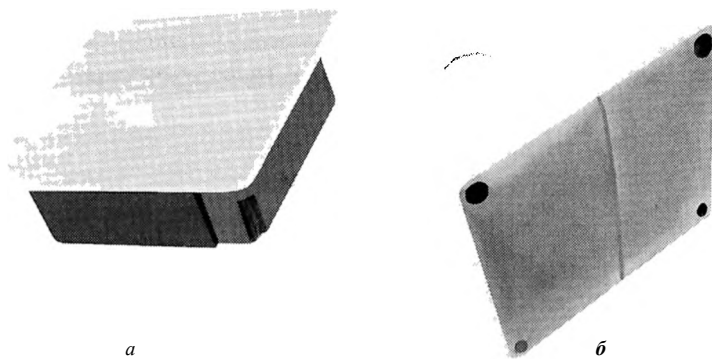

Рис. 2.23. Распределительные коробки:
**Распределительные коробки.** Их еще называют распаечными. Служат для расключения проводов внутри помещений. Что это означает? К примеру, когда основной силовой кабель входит в комнату, от него необходимо запитать несколько электрических точек — розеток. Жилы основного кабеля оголяются, и к нему с помощью скруток или специальных клемм подсоединяются провода, ведущие к точкам. Место, где происходит это разветвление, заключается в коробку, которая крепится на стене или монтируется в нее. Эта коробка и называется распределительной. Изготавливают ее из полипропилена, не распространяющего горение, или из металла. Различают коробки для скрытой и для открытой установки. Первые заделываются в стену (рис. 2.23, а), оставляя видимой лишь крышку, вторые крепятся дном прямо на подстилающую поверхность (рис. 2.23, б).